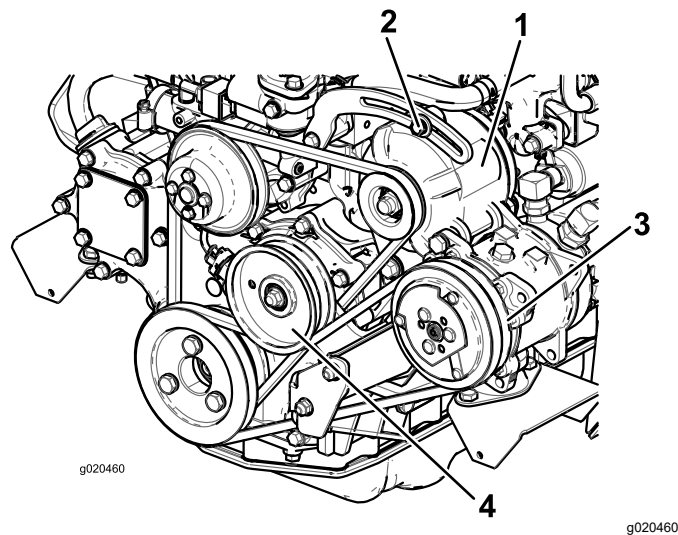

Figure 112
Si vous n'obtenez pas une flèche de 10 mm, desserrez les boulons de fixation de l'alternateur (Figure 112).
2. Si vous n'obtenez pas une flèche de 10 mm, desserrez le boulon de fixation de la poulie de tension (Figure 112).